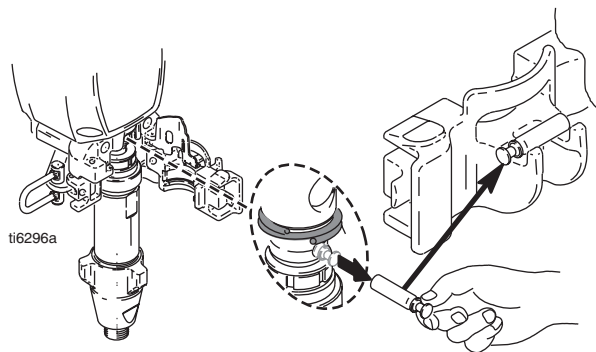

FIG. 23
2. FIG. 23. Stopp pumpen med stempelstangen i den laveste stillingen.
- 10. FIG. 23. Trekk ut pumpepinnen og sett den i pinneholderen.